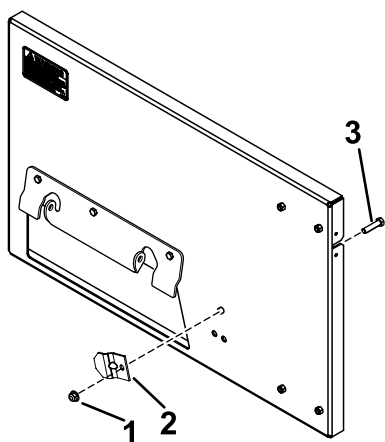

Figura 3
3. Instale la abrazadera en el ensacador y el adaptador con un perno (3/8" x 3/4") y una contratuercas (3/8"); Figura 3.